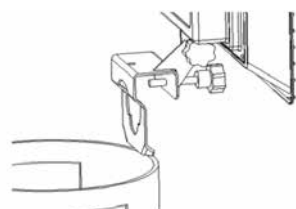

Figura 2
- Montare la staffa di supporto della stufa sulla bombola del gas. (Vedere la Figura 2.)